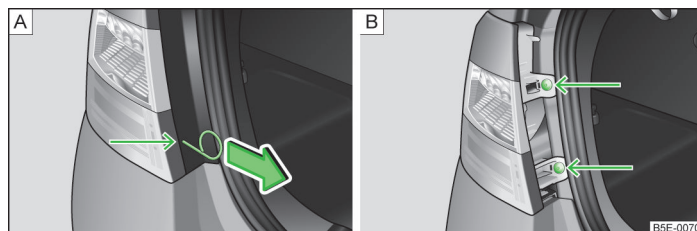

Fig. 181 Capacul/demontarea lămpii
- Etrierul pentru extragerea capacelor integrale de roți » pagina 190, *Trusa de scule* se în orificiul, în locul marcat cu săgeți » fig. 181 - [A].
- Extrageți capacul în sensul săgeții » fig. 181 - [A].
- Deșurubați lampa folosind șurubelnița din trusa de bord » fig. 181 - [B].